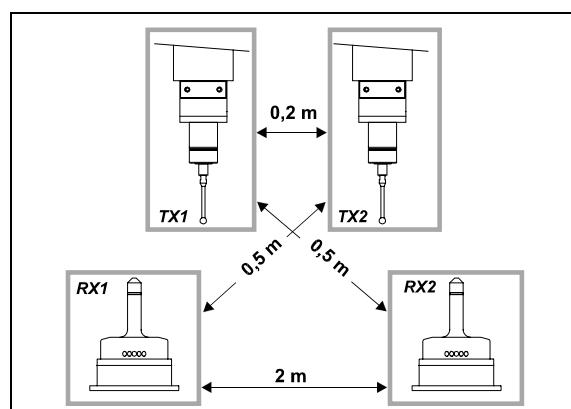

Figura 6-2. Distanze di utilizzo per più sistemi.
**NOTA:** nel caso di utilizzo di 2 sistemi sulla stessa macchina (es. centri di lavoro a doppio mandrino), oltre ad attenersi alle distanze indicate in Figura 6-2, si devono utilizzare due canali NON adiacenti e codici di identificazione "A" e "D".